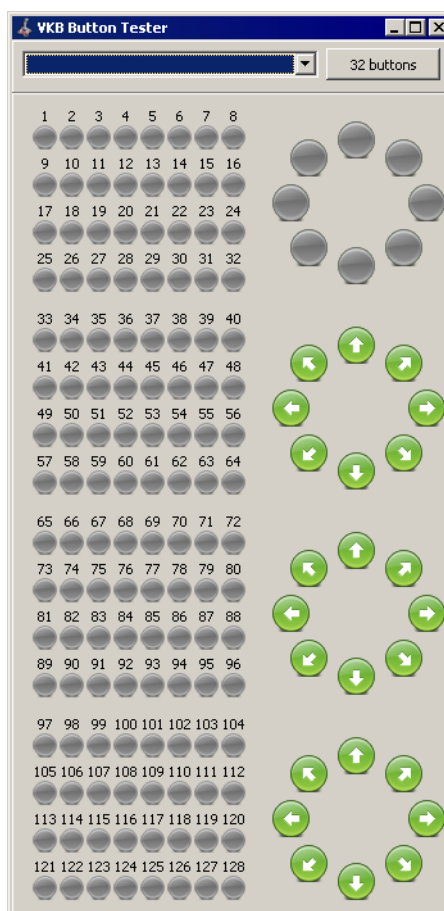
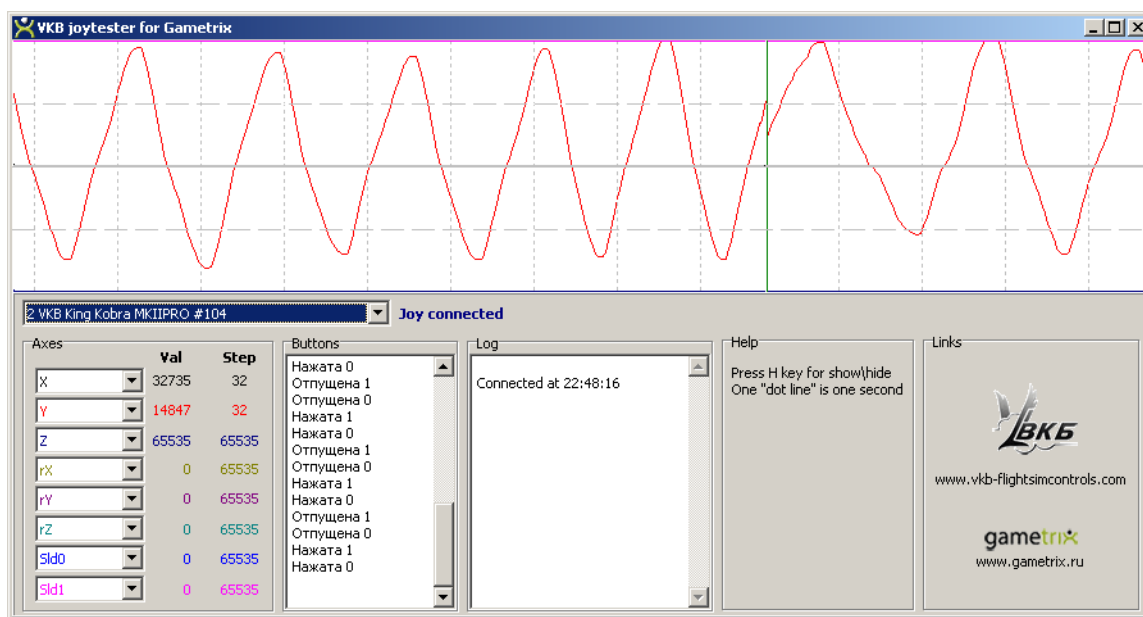

Рис. 7.6.
Рис. 7.7.
6. Проверьте работу всех кнопок, тумблеров и энкодеров используя индикацию приложения *VKB\_BtnTester* (рис. 7.6) или *VKB\_Joytester* (рис. 7.7).